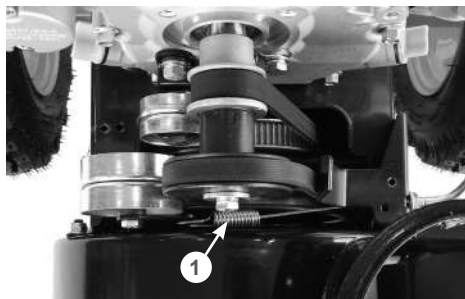

Рис. 8. Регулировка троса включения шнеков
- нажмите рычаг включения шнеков. При полностью нажатом рычаге включения шнеков пружина 1 должна быть растянута на 0,5 - 1 см (Рис. 8);